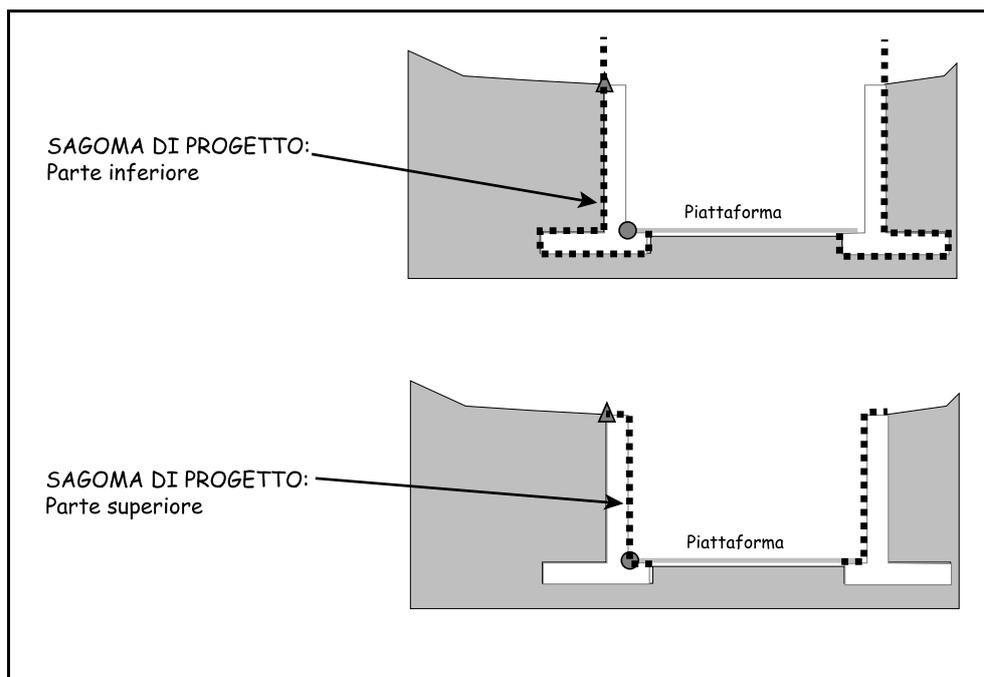

FIGURA 11.65
**C) - Sagoma di progetto:** lo spessore del muro può o non può essere computato nelle aree di scavo o di riporto in base a questa impostazione. Con l'impostazione **Parte Inferiore** lo spessore del muro verrà escluso dal computo delle aree di sezione. Viceversa con l'impostazione **Parte superiore**, questo verrà incluso. Figura 11.65.